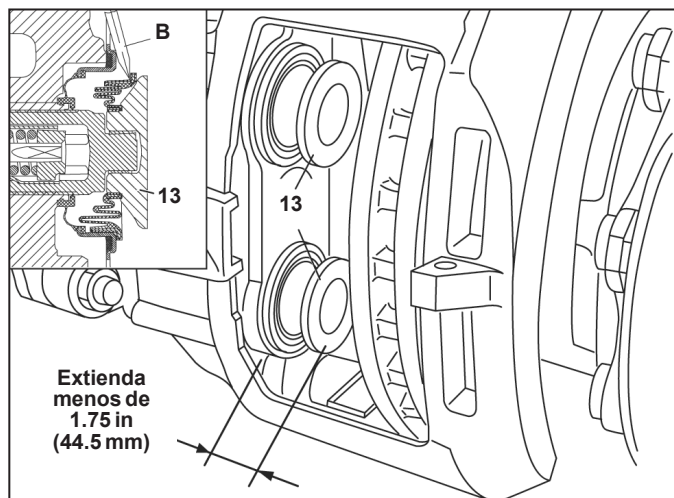
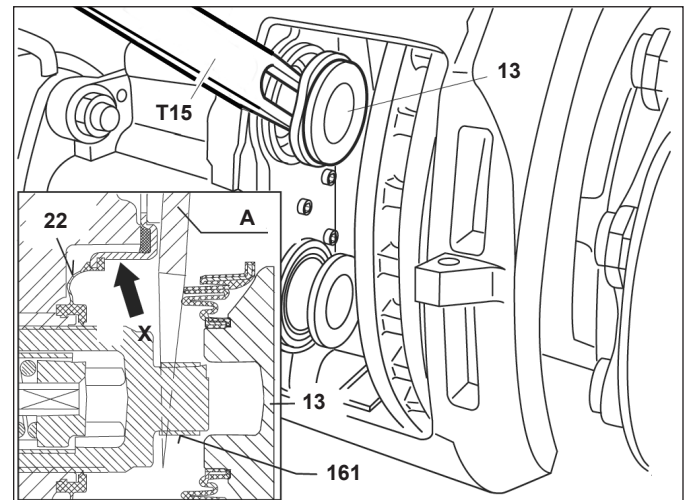

Figura 48 – Extensión de taqué permitida
Figura 49 – Uso de la herramienta de cuña
5.5.4 Consulte la figura 48. Gire el adaptador de cizalla (61) en el sentido de las agujas del reloj para extender los taqués –menos de 1.75 in (44.5 mm)–. Se debe utilizar un destornillador (en la leyenda del recuadro “B” de la figura 48) para mover el tubo de guía y permitir que se inserte la horquilla de cuña (“A” en la figura 49).
PRECAUCIÓN: NO INSERTE EL DESTORNILLADOR MÁS DE ¼ DE PULGADA. Tenga cuidado de no dañar la cara interior del sello (consulte la flecha “X” en la figura 49). Las hendiduras o ranuras evitarán un buen sellado y requerirán que se reemplace la mordaza.